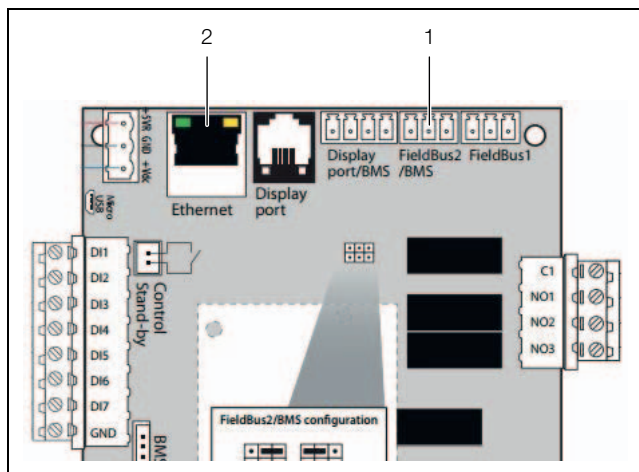

Fig. 19 : raccords
- Sur la carte, utiliser le raccordement « Bus\_local\_2 » (fig. 19, pos. 1) pour connecter l'appareil à un appareil de contrôle.
- Sur la carte, utiliser le raccordement « Ethernet » (fig. 19, pos. 2) pour connecter l'appareil à un appareil de contrôle.